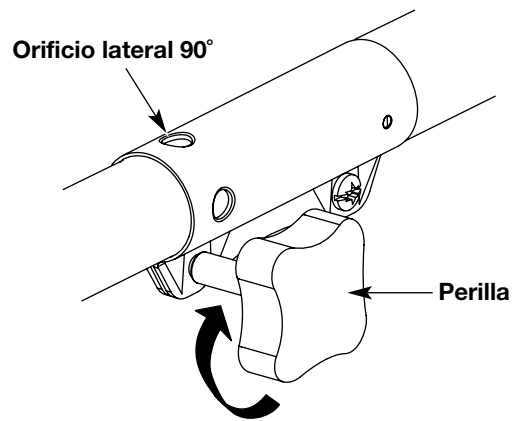

Fig. 26
3. Gire la perilla en sentido horario para ajustarla (Fig. 26).
Para recortar bordes mientras usa el accesorio de corte de cabeza de línea con modelos EZ-Link™, trabe el botón de desconexión en el orificio lateral de 90° (Fig. 26).